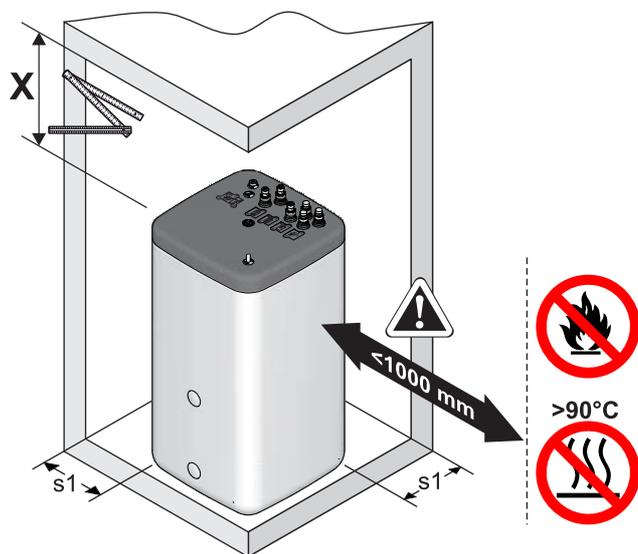

Fig. 3-2 Installazione del serbatoio acqua calda (rappresentato su EKHWP)
- Collocare il bollitore nella sua ubicazione. **Distanza consigliata alla parete (s1): ≥200 mm** (fig. 3-2).